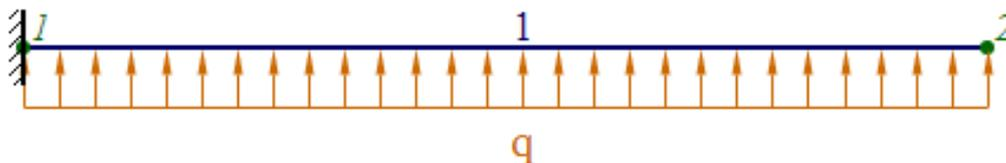

Рисунок 6 – Схема балки к заданию 1
1. Дана балка с опорой в виде жесткой заделки (рисунок 6). К балке приложена равномерно-распределенная нагрузка $q = 8$, кН/м. Длина балки $l_{12} = 4$ м. Определить числовые значения реакций, возникающих в жесткой заделке. Построить эпюры внутренних силовых факторов – поперечной силы и изгибающего момента.